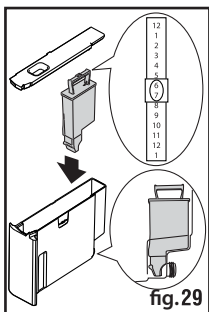

fig.29
- 3 在5秒之后，咖啡机显示“给水箱加水”。取出水箱(图4)，冲洗干净后加满饮用水，加水量不要超过“最大”水位刻度线。装回水箱并压紧。可以在水箱里安装水软化过滤器(图29)。
- 2 滑动日期指针（参看图29），直到显示使用月数为止。
- 4 把过滤器插入水箱并压过过滤器，直到它接触水箱底部为止（参看图29）。
- 3 滑动日期指针（参看图29），直到显示使用月数为止（过滤器可以使用两个月左右）。
- 4 把过滤器插入水箱并压过滤器，直到它接触水箱底部为止（参看图29）。